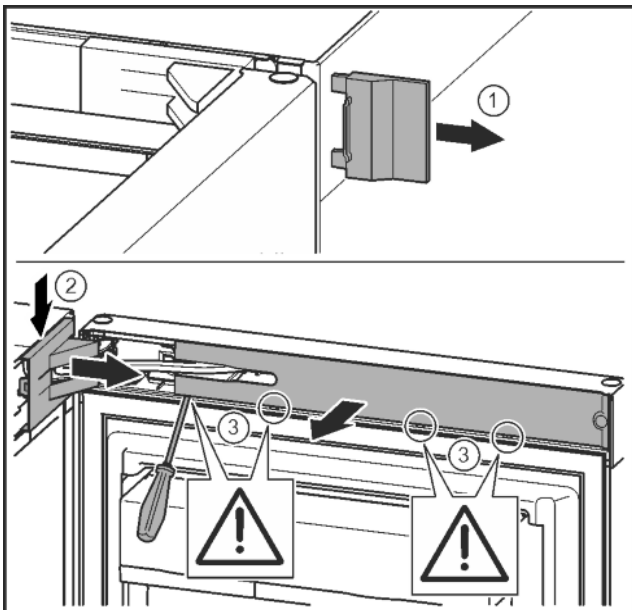

Fig. 12
- ▶ Vegye le a külső fedelet. *Fig. 12 (1)*
- ▶ Pattintsa ki és oldja ki a csapágybak fedelét. Vegye le a csapágybak fedelét. *Fig. 12 (2)*
- ▶ Hornyoltfejú csavarhúzóval pattintsa ki a lemezt, és fordítsa oldalra. *Fig. 12 (3)*